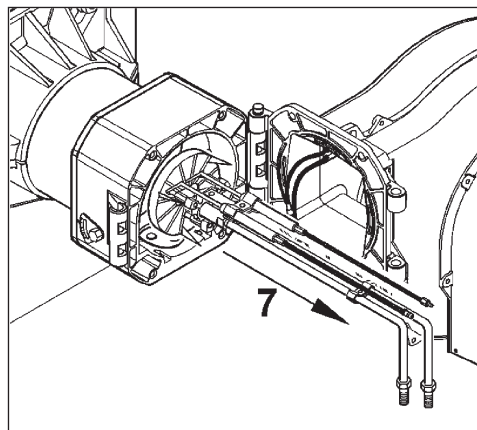

figura-4
- 4) Sollevare il gruppo di miscelazione 6 (fig.3) fino alla fuoriuscita dei tubini dalla propria sede quindi sfilare completamente il gruppo stesso nella direzione indicata dalla freccia 7 di figura 4.